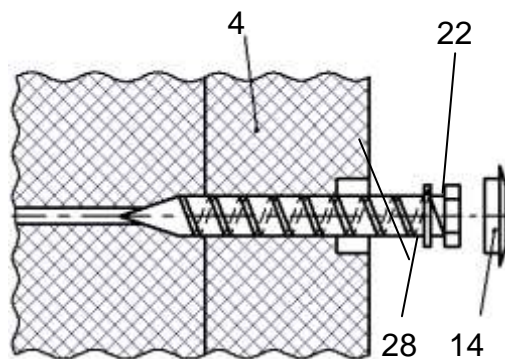

рисунок 5
- 4.2.7.1 В отверстия с саморезами, установленными в процессе сборки, вставьте *заглушки (№14)* (рисунок 5).